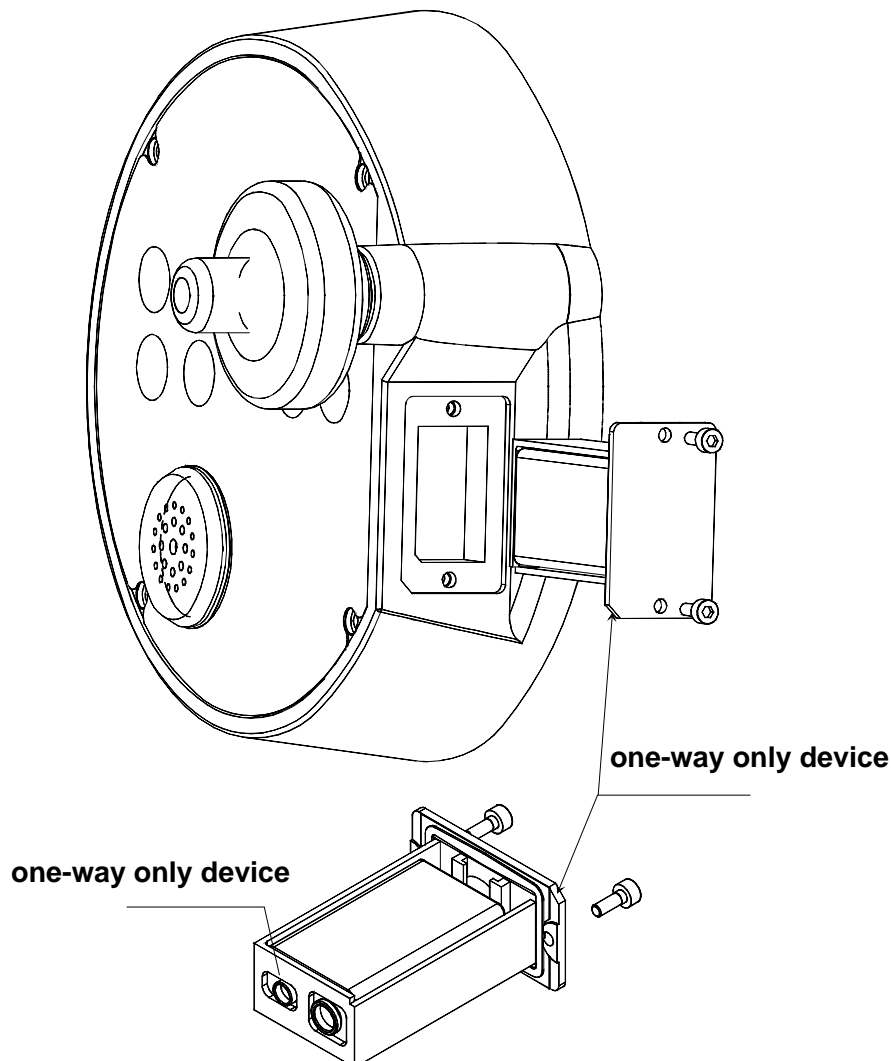
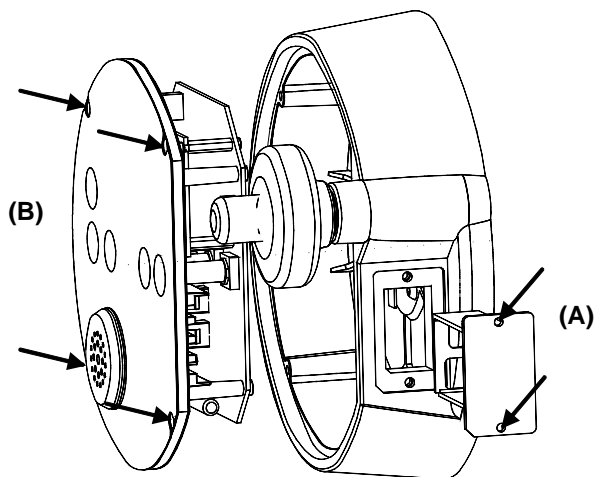

Figura 10-4
Figura 10-11
- Desaperte 2 parafusos do suporte da bateria, usando uma chave 2,5mm Allen hexagonal que normalmente está na caixa de transporte. Ver Figura 10-4.
- Troque a bateria (só tem uma maneira de instalar). Ver Figura 10-4.
- Com uma chave 2.5 Allen desaperte os 2 parafusos (A) do suporte da bateria e puxe-o para fora, como mostra a Figura 10-11.
- Com a mesma chave desaperte os 4 parafusos (B) da unidade display e puxe-o ligeiramente para fora da caixa electrónica, como mostra a Figura 10-11.
- Coloque o novo display na caixa electrónica; aperte os 4 parafusos (B) da Figura 10-11.
- Volte a instalar o suporte da bateria com os 2 parafusos (A) da Figura 10-11. Veja a Figura 10-4 página 40.